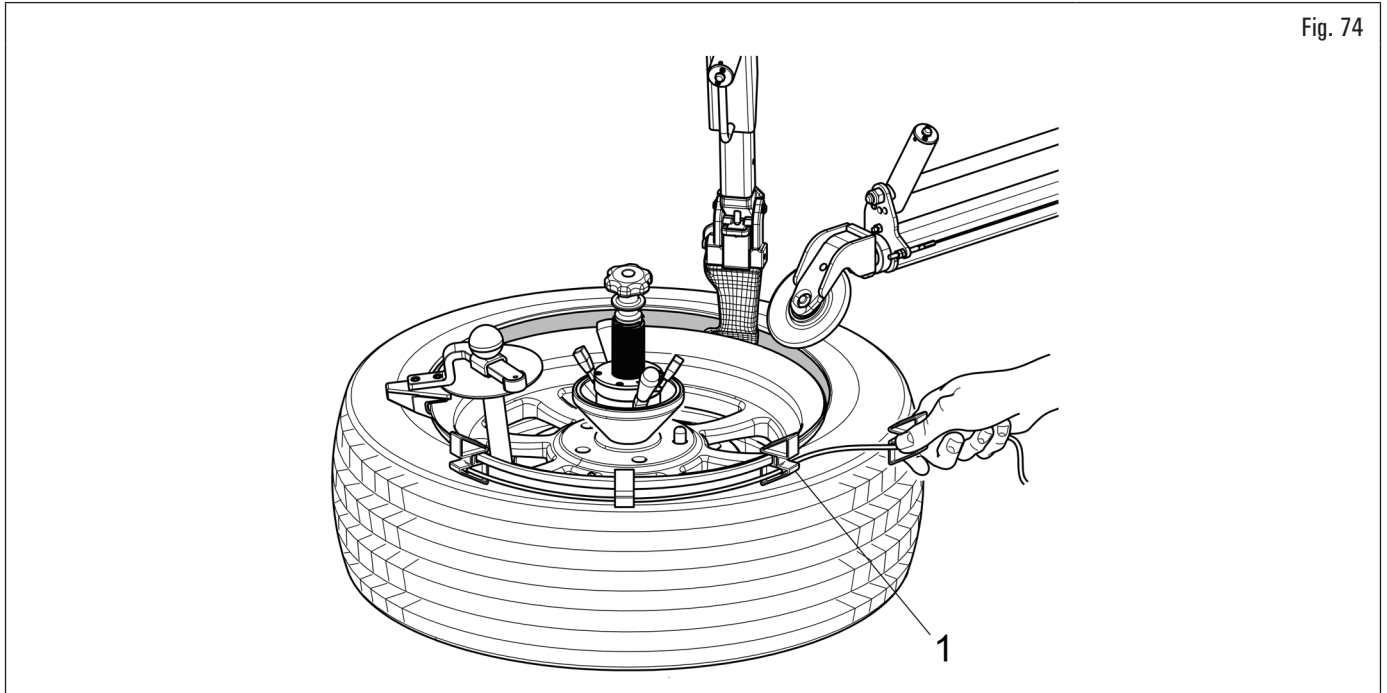

Fig. 74
3. tourner dans le sens des aiguilles d'une montre jusqu'au montage complet du pneumatique (voir Fig. 74) ;
Pour les roues particulièrement difficiles à monter, s'aider avec la rallonge du pousse-talon (Fig. 74 ref. 1) (option) avec pousse-pneu avec dispositif entraîneur.